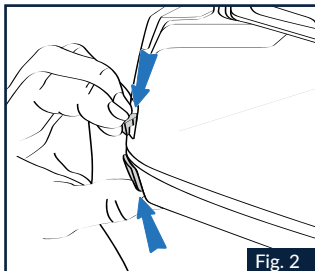

Fig. 2
1.2 Positionner l'index sur le levier d'ouverture et le pousser vers le bas de manière à débloquer la mentonnière (Fig. 2).